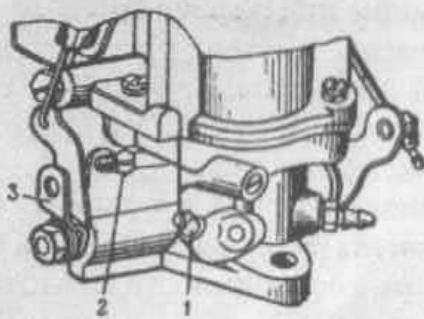

Рис. 11. Узел регулировки карбюратора:
- на неработающем двигателе заверни винт 1 (рис. 11) до отказа, а затем отверни его на 1,5–2 оборота;